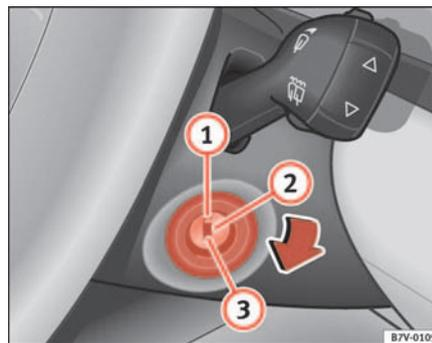

Abb. 126 Stellungen des Zündschlüssels
In der Stellung  $\Rightarrow$  Abb. 126 ① ist die Zündung ausgeschaltet und die Lenkung kann gesperrt werden.
- Drehen Sie den Zündschlüssel in Stellung  $\Rightarrow$  Seite 166, Abb. 126  zum Anlassen des Motors.
- Drehen Sie den Zündschlüssel in Stellung  $\Rightarrow$  Seite 166, Abb. 126 ②. Die Kontrollleuchte  $\infty$  leuchtet, solange vorgeglüht wird.
- Wenn die Kontrollleuchte nicht (mehr) leuchtet, drehen Sie den Zündschlüssel in Stellung ③ zum Anlassen des Motors – geben Sie kein Gas.
- Drehen Sie den Zündschlüssel in Stellung ⇒ Seite 166, Abb. 126 ①.